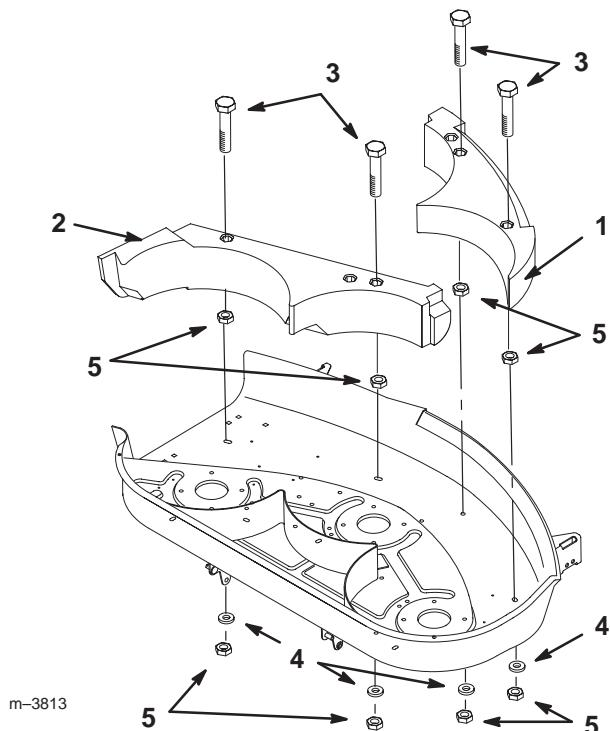

Figure 4
2. Placer les déflecteurs gauche et droit dans la chambre de coupe de manière à ce que les reliefs s’emboîtent les uns dans les autres, et les fixer à l’aide de 4 écrous de 8 mm (5/16”) et 4 rondelles frein (Fig. 4).